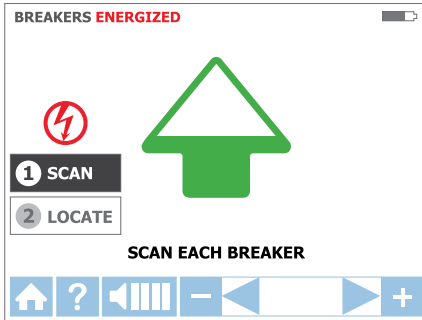

Figura 3.3b
1. La unidad se iniciará automáticamente en modo ❶ **SCAN (LECTURA)** como se muestra en la Figura 3.3b.